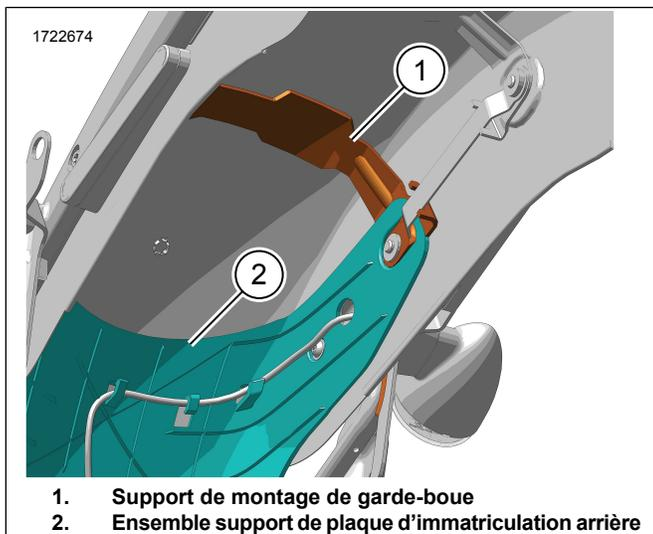

Figure 6. Support de garde-boue Installation du support (non domestique)
7. Figure 6 Installer le support de garde-boue (1).